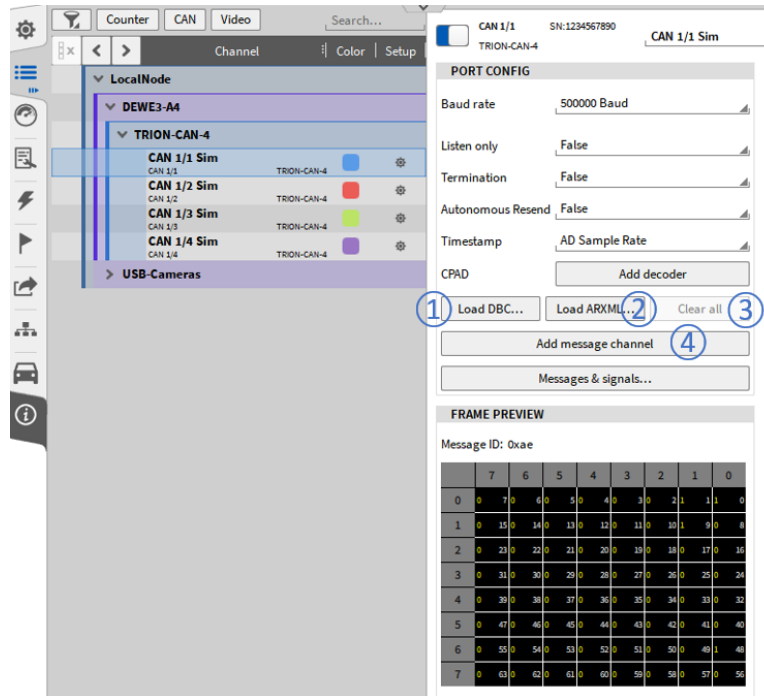

Abb. 7.204: CAN-Port-Konfiguration
Nach der ordnungsgemäßen Konfiguration des CAN-Ports muss der CAN-Stream dekodiert werden (siehe ① in Abb. 7.204) oder *ARXM laden...* (siehe ② in Abb. 7.204).
**Sie können alle dekodierten Nachrichten und Kanäle löschen, indem Sie die Schaltfläche *Clear all in der CAN-Port-Konfiguration* drücken (siehe ③ in Abb. 7.204).**
Wenn eine oder mehrere auf dem CAN-Bus verfügbare Nachrichten nicht in der ausgewählten dbc- oder arxml-Datei definiert sein sollten, können Sie diese manuell hinzufügen, indem Sie auf *Add message channel* (siehe ④ in Abb. 7.204) klicken und die richtigen Einstellungen im CAN-Nachrichten-Setup definieren. Weitere Details finden Sie im folgenden Abschnitt *CAN-Nachrichten Setup*.